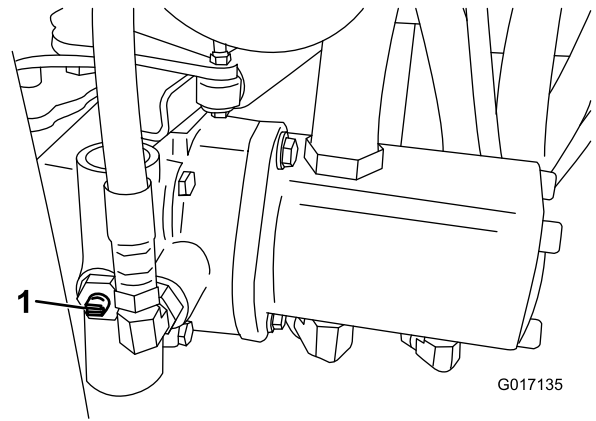

Figura 27
2. Antes de arrancar el motor, cierre la válvula de desvío girándola hasta que la ranura esté horizontal (Figura 27). No arranque el motor con la válvula abierta.
1. Localice la válvula de desvío en la bomba y gírela hasta que la ranura esté en posición vertical (Figura 27).